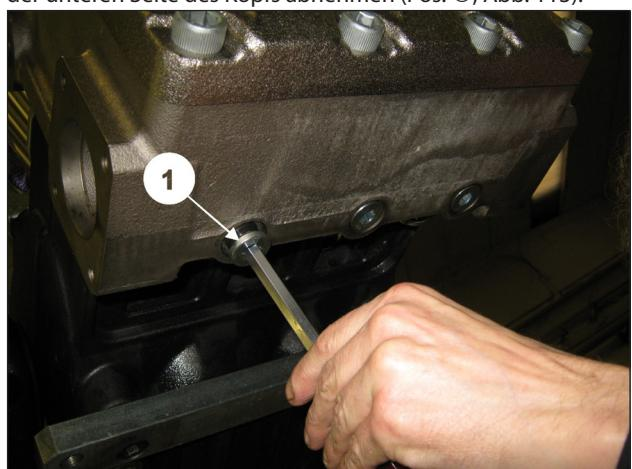

Abb. 113
Beenden Sie den Ausbau, indem Sie die Verschlüsse G1/2" an der unteren Seite des Kopfs abnehmen (Pos. ①, Abb. 113).